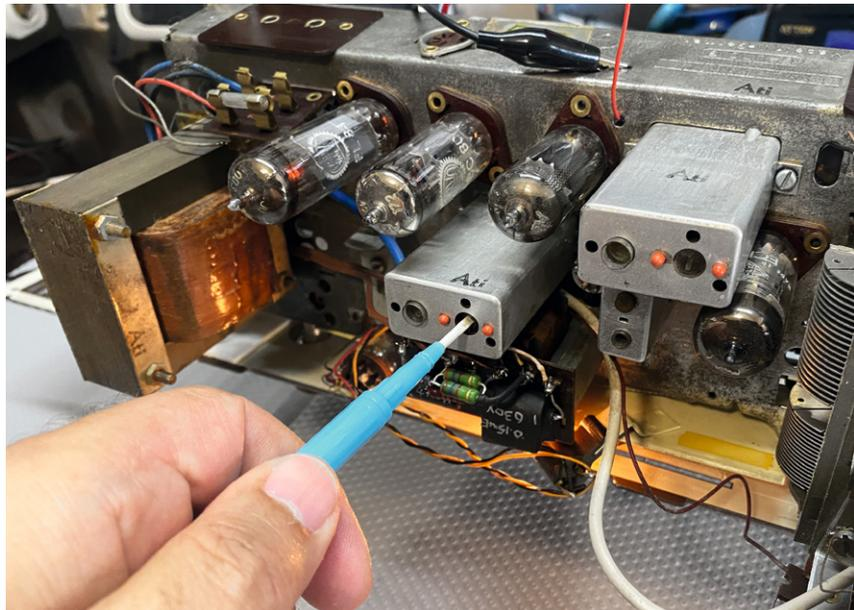

Bild 14: Einstellen einer Spule auf der Oberseite mit einem nichtmetallischen Einstellwerkzeug
6. Stellen Sie das Radio auf Langwelle (LW) und die Lautstärke auf Maximum.
10. Beginnen Sie mit der Spule (I), bis Sie einen Maximalwert auf dem Voltmeter erhalten (Bild 14). Dann machen Sie dasselbe mit der Spule (II) (Bild 15). Wiederholen Sie den Vorgang mit der Spule (I) und mit der Spule (II), bis Sie den absolut höchsten möglichen Signalpegel erhalten.
12. Stellen Sie die Spule (III) ein, bis Sie ein Maximum auf dem Voltmeter ablesen. Dann machen Sie dasselbe mit der Spule (IV). Wiederholen Sie den Vorgang mit der Spule (III) und mit der Spule (IV), bis Sie den höchstmöglichen Signalpegel erhalten.